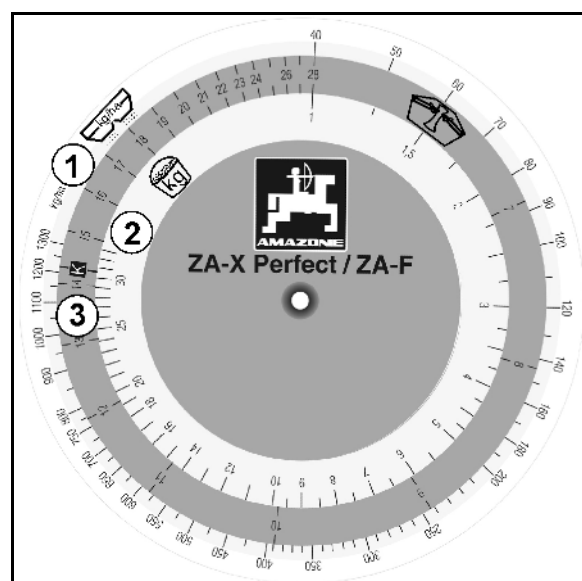

Fig. 67
1. Hæng opsamlingsbeholderen (Fig. 67/1) op på holderen (Fig. 67/2) ved hjælp af bøjlen. Sørg for, at opsamlingsbeholderen går i indgreb i klemanordningen (Fig. 67/3).
2. Hold sidespjældet (Fig. 67/4) på udløbsrenden helt åben i ca. 5 sek. ved at trække i snoren (Fig. 67/5) (for at sikre en jævn gødningsstrøm). Tøm derefter den opsamlede gødningsmængde tilbage i spredbeholderen.
5. Kør målestrækningen fra start til slut under markbetingelser, dvs. med korrekt og konstant arbejdhastighed. Åbn i den forbindelse sidespjældet (Fig. 67/4) på udløbsrenden helt nøjagtigt på målestrækningens startsted ved at trække i snoren (Fig. 67/5) (træk til anslag), og luk spjældet igen ved slutpunktet (når du slipper snore, fører fjederen (Fig. 67/6) sidespjældet til lukket position).